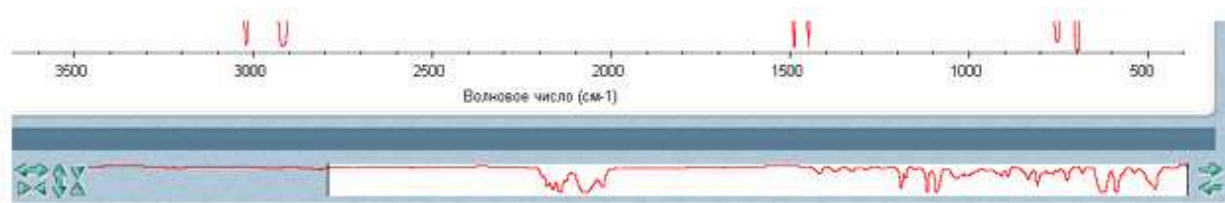

Рисунок 21. – Видоискатель
3. Растянуть или сжать спектр по горизонтали можно, воспользовавшись расположенными на левом конце клавишами видоискателя Horizontal Expand/Contract (рис. 21). Для того чтобы растянуть или сжать спектр по вертикали, можно воспользоваться расположенными на правом конце клавишами видоискателя Vertical Expand/Contract (рис. 21).
Для этого нужно щелкнуть по соответствующему названию библиотеки в поле «Доступные библиотеки и группы», а затем нажать клавишу «Добавить». Библиотеки, перечисленные в поле «Поисковые библиотеки и группы» (рис. 21), будут использоваться для сравнения спектра интересующего образца.